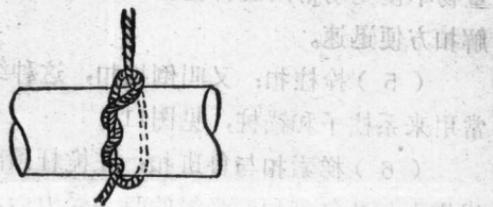

图 10 背扣的连接法
(4) 背扣：背扣的连接见图10。当用麻绳水平提升木杆或管子等轻而长的物件，或在起吊重物时临时用麻绳拖拉重物不使晃动常用这种绳扣。它的特点是愈拉愈紧，打扣及解扣方便迅速。